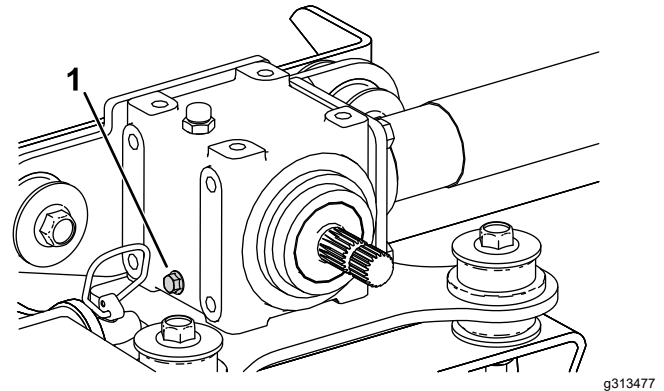

Figura 25
2. Coloque un recipiente debajo del tapón de vaciado en el caja de engranajes (Figura 25).
3. Retire el tapón de vaciado en el lateral inferior izquierdo de la caja de engranajes y vacíe el fluido (Figura 25).